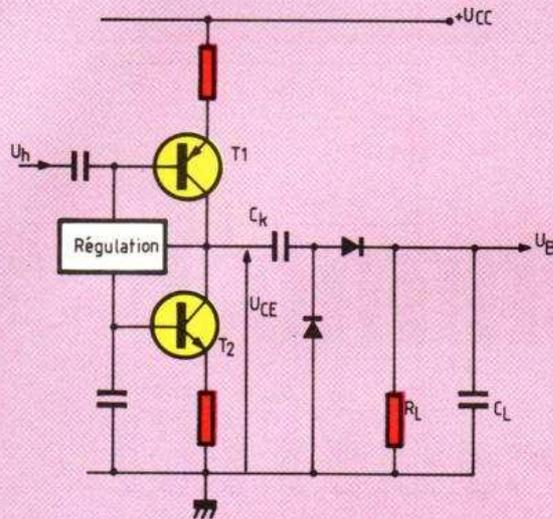

Fig. 12. - Source de signal de forte résistance interne réalisé en chargeant un transistor par un type complémentaire.
**Deux complémentaires en opposition.** Dans la figure 12, les deux transistors fonctionnent avec une contre-réaction série par résistance d'émetteur. Si on les utilise à faible courant de collecteur et en commande par tension, une résistance interne de sortie de l'ordre du mégohm est possible. Cependant, pour que
**Doubleur de tension.** La tension à redresser est disponible, dans la figure 12, sur un point dont le potentiel continu n'est pas très bien défini. On a donc avantage à éliminer ce potentiel, au moyen du condensateur de liaison  $C_k$ . Il faut alors redresser les deux alternances, car, autrement,  $C_k$  se charge, et il ne se passe plus rien ensuite. On prévoit donc un doubleur.